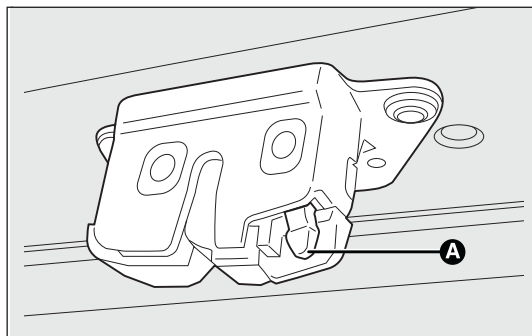

рис. 85
- действуя внутри багажника, нажмите на язычок А рис. 85 и откройте его дверь.